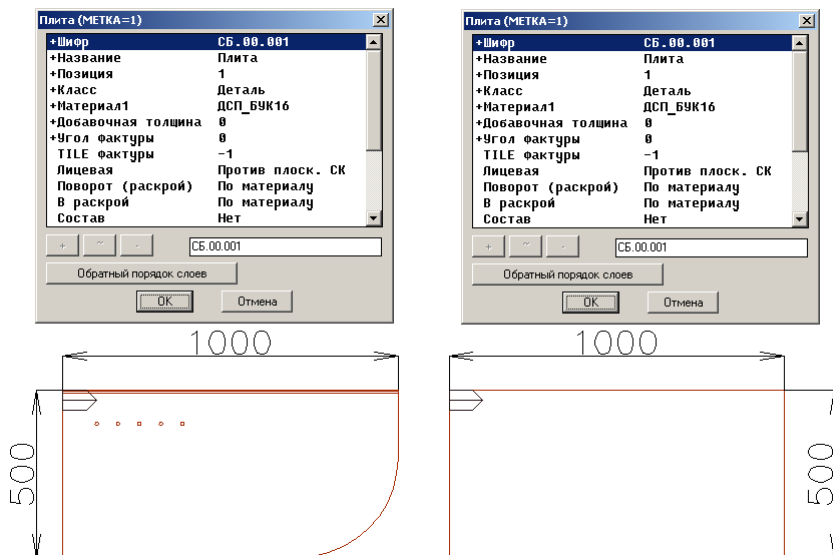

Рис. 9.1 Пример идентичных объектов при некорректном присвоении шифров объектов пользователем
4. Форма объектов, наличие обработки ребер, наличие обработки от крепжежа при поиске идентичных не анализируются, см. рис. 9.1.